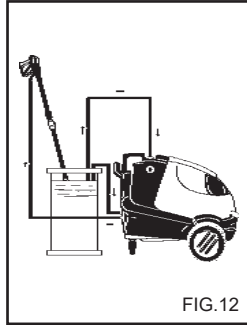

FIG.12
Dit hoofdstuk betreft alleen de modellen die voorzien zijn van een "drukregelaar". Deze drukregelaar, afb. 12, maakt het mogelijk tijdens het werk de druk te regelen. Door de handgreep C tegen de klok in (B) te draaien (minimum) wordt de bedrijfsdruk verlaagd.
WERKWIJZE VOOR DE ANTI-VRIES (afb. 12)